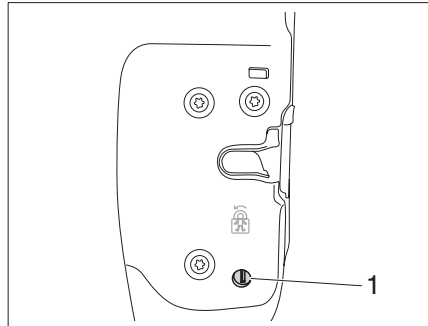

Bild 13 Kindersicherung aktivieren/deaktivieren
Der Drehknopf für die Kindersicherung (Bild 13,1) befindet sich an der Schließkante der Schiebetür.
- ▶ Den Autoschlüssel in den Schlitz des Drehknopfs (Bild 13,1) stecken.